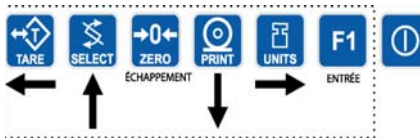

**Figure 6.2 Mode échantillon Contrôle de poids**
**Mode échantillon** Placez un article sur la balance et appuyez sur la touche **F1**. L'indicateur utilisera ce poids pour faire fonctionner l'afficheur. Les seuils supérieurs et inférieurs seront automatiquement supérieurs et inférieurs au poids cible à 1 division près. La Figure 6.2 vous montre comment l'afficheur graphique fonctionne quand vous utilisez un échantillon. Chaque échelon est égal à 1 division de la balance. Le voyant **TARGET** reste allumé si le poids est  $\pm 1$  division du poids cible.